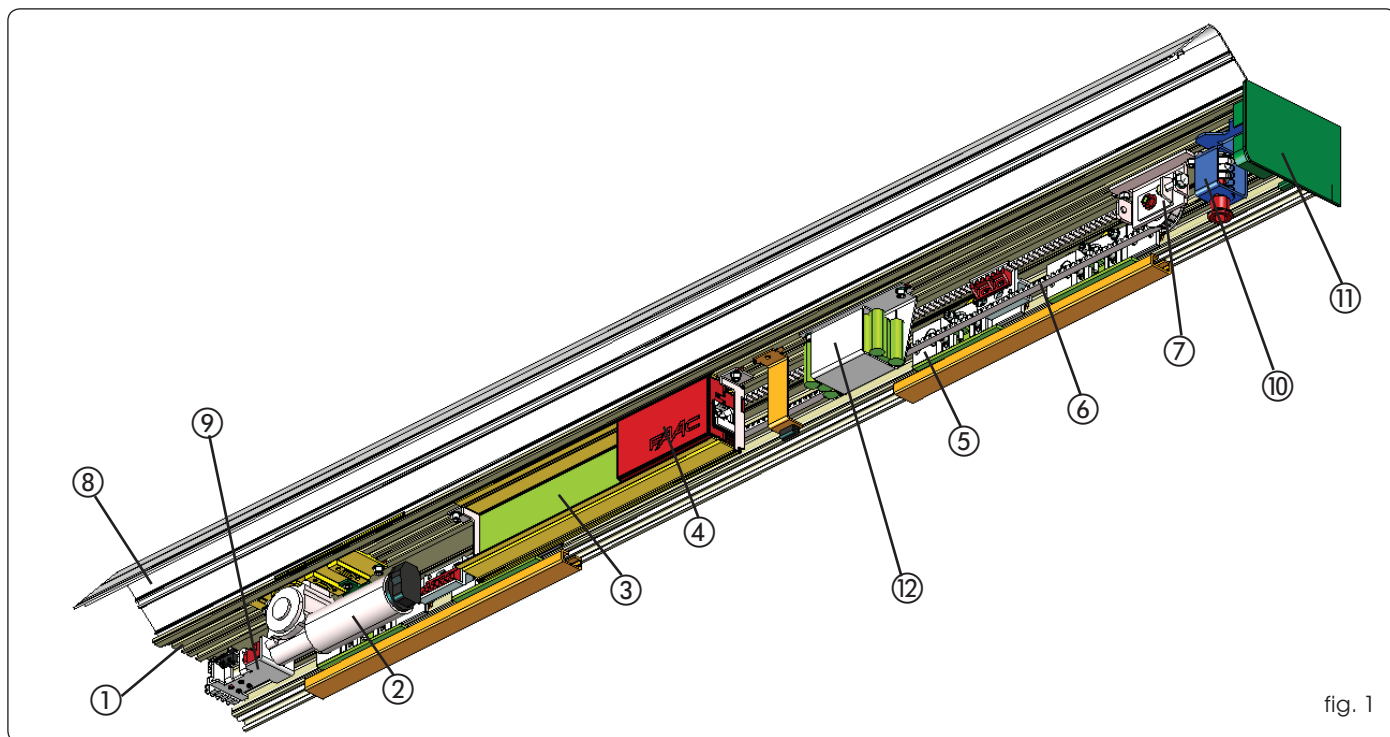

fig. 1
Un travesaño del automatismo (fig.1) está formado por los siguientes elementos:
Perfil de soporte (fig. 1 ref. ①)
Grupo motor (fig. 1 ref. ②)
Unidad de control (fig. 1 ref. ③)
Grupo de alimentación (fig. 1 ref. ④)
Carros de soporte de la hoja (fig. 1 ref. ⑤)
Correa de arrastre (fig. 1 ref. ⑥)
Grupo polea de reenvío (fig. 1 ref. ⑦)
Cárter de cierre (fig. 1 ref. ⑧)
Es el perfil de aluminio que permite el cierre del automatismo. Los bordes laterales (fig. 1 ref. ⑪) cierran completamente el sistema.
Grupo bloqueo motor (fig. 1 ref. ⑨)
El bloqueo motor se entrega con el dispositivo de desbloqueo interno (fig. 1 ref. ⑩) que permite, si fuera necesario, realizar una apertura de emergencia; asimismo está preparado para la instalación del desbloqueo externo (opcional). El grupo bloqueo motor actúa directamente en el motor y lo bloquea mecánicamente.
Baterías de emergencia (fig. 1 ref. ⑫)